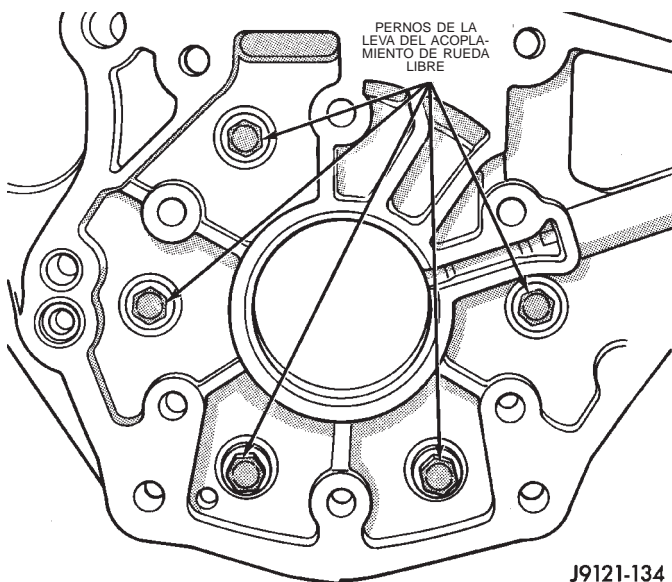

Fig. 87 Posiciones de los pernos de la leva del acoplamiento de rueda libre
(29) Retire los pernos que fijan la leva del acoplamiento de rueda libre y el tambor de primera-marcha atrás a la caja de la transmisión (Fig. 87).